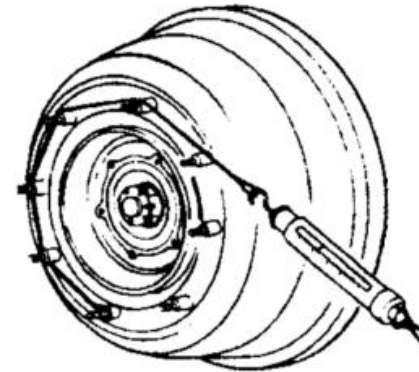

图 7-28
- 4) 装上锁片, 拧紧锁片紧固螺钉, 检测轮毂轴承起动力(图 7-28);